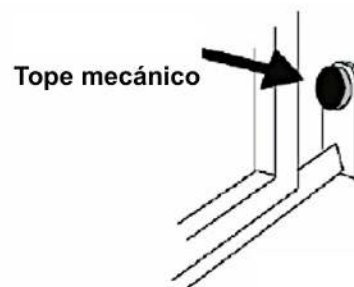
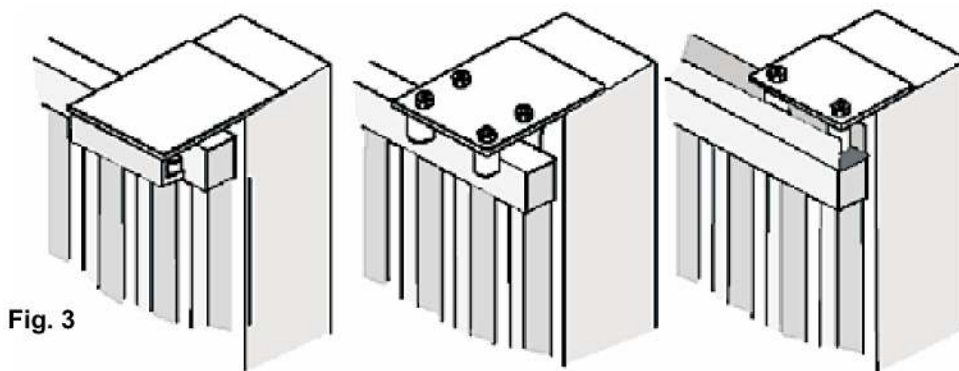

Fig. 2
Fig. 3
- Antes de proceder al montaje del automatismo controlar el buen funcionamiento de la cancela. Asimismo es conveniente verificar que la guía de desplazamiento a tierra (**Fig. 1**) no presente malformaciones, que se encuentre perfectamente nivelada y que el tope mecánico en apertura esté presente **Fig. 2**, para evitar que la cancela salga de las guías superiores (**Fig. 3**).
- Verificar que la guía de desplazamiento superior (**Fig. 3**) esté fijada firmemente y que la cancela se desplace libremente.
Quitar la carcasa superior, desatornillar los tornillos **A** y quitar la carcasa **B**, pasar los cables por el motoreductor como en (**fig.2**)
Fijar firmemente la cremallera en la cancela, dejando una distancia de 2 a 3 mm. desde el piñón del motor (**Fig.3**).